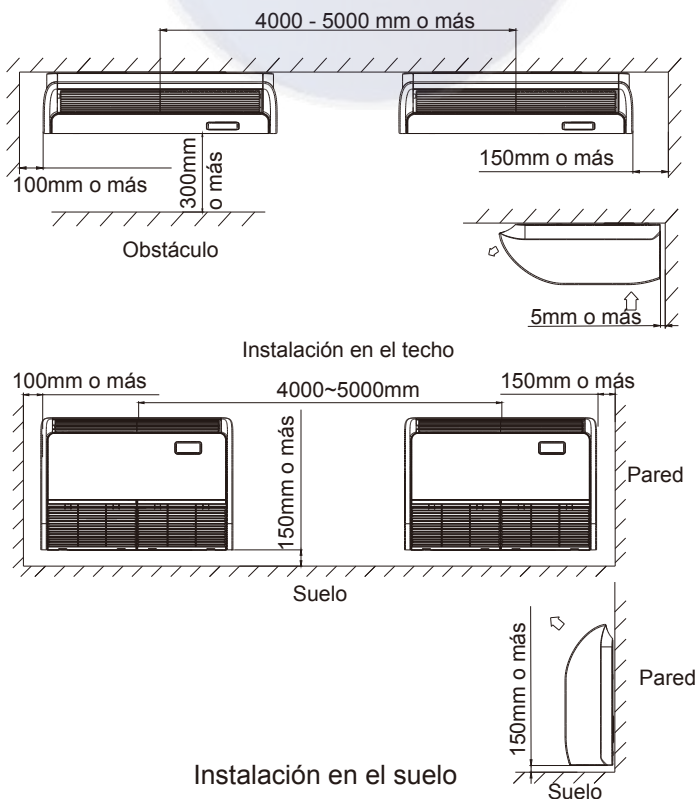

Fig. 3.2.1
- Asegúrese de que haya suficiente espacio libre para realizar el mantenimiento y el servicio. (Vea la Fig.3.2.1)